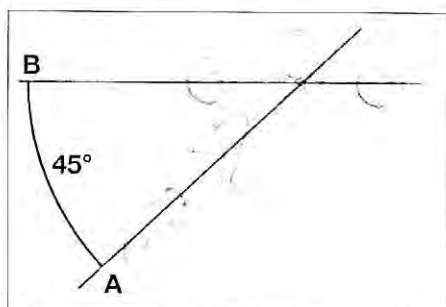

FIG. 32
- respetar la inclinación de 45° entre (A) y (B) (fig. 32).